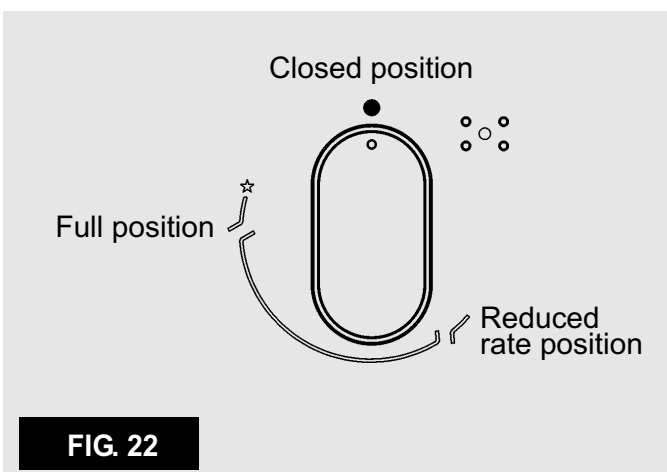

FIG. 22
Wcisnąć i przekręcić w lewo odpowiednie pokrętko, ustawiając je w pozycji Maksimum (duży płomień, rys. 22) i wcisnąć je do końca.
Aby zapalić palnik wyposażony w zabezpieczenie przeciwwypływowe gazu, należy przekręcić odpowiednie pokrętko do pozycji Maksimum (duży płomień, rys. 22), a następnie wcisnąć pokrętko. Po zapaleniu się palnika przytrzymać wciśnięte pokrętko przez około 10 sekund).
- zapalanie palników z zabezpieczeniem przeciwwypływowym gazu jest możliwe tylko wtedy, gdy pokrętko ustawione jest w pozycji Maksimum (duży płomień, rys. 22).
- zapalić palnik i ustawić pokrętko w pozycji „Minimum” (symbol małego płomienia rys. 22).